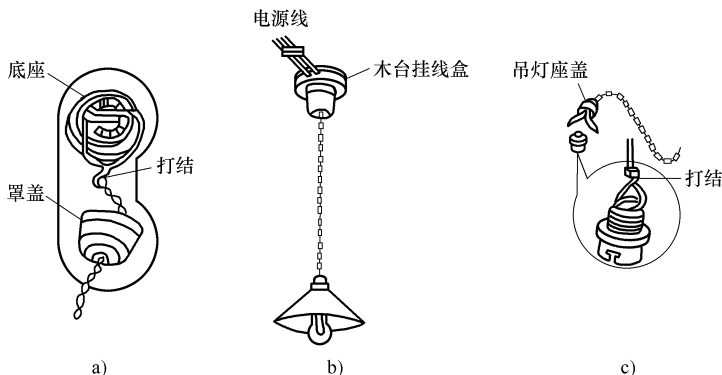

图4-17 白炽灯照明安装图
3) 软导线兼承载灯具重力时，软线一端套入吊线盒内，另一端套入灯座罩盖，两端均应在线端打结扣，以使结扣承载拉力，而导线接线处不受力，如图4-17所示。